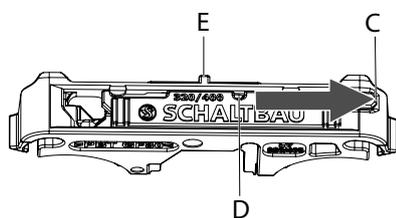
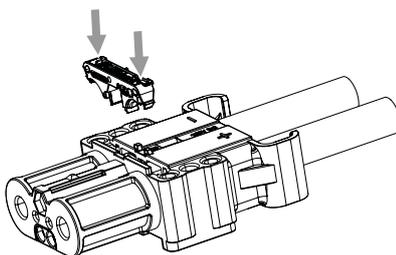

Abb. 49:
Abb. 50:
- Sicherstellen, dass sich der Riegel am Schieber in entriegelter Position befindet (Abb. 49).
- Riegel ganz nach rechts geschoben (C).
- Aussparung (D) des Riegels und Balken (E) des Grundkörpers stehen nicht übereinander.
- Schieber auf beiden Seiten eindrücken, bis er hörbar einrastet (Abb. 50).